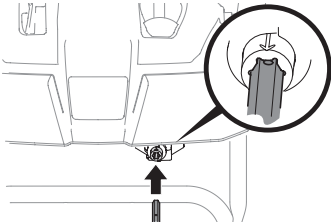

Figure 24
- Insérez la tige de commande dans le raccord sous le tableau de commande. Vérifiez que le trou sur la tige de commande s'aligne avec la flèche sur le raccord hexagonal. Voir Figure 24.